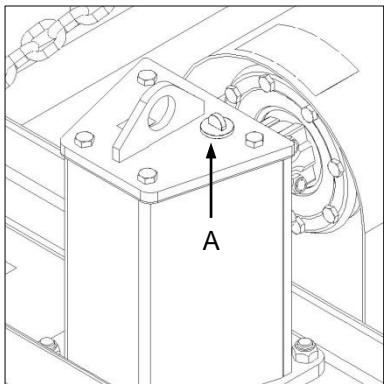

Fig. 5
- ✓ A dipstick (Fig. 5-A) is provided on the implement gearbox for this purpose. The oil level should fall within the area indicated on the dipstick.
- ✓ Die ratkas het 'n peilstok (Fig. 5-A) vir hierdie doel. Die olievlek moet binne die perke val wat op die peilstok aangedui word.